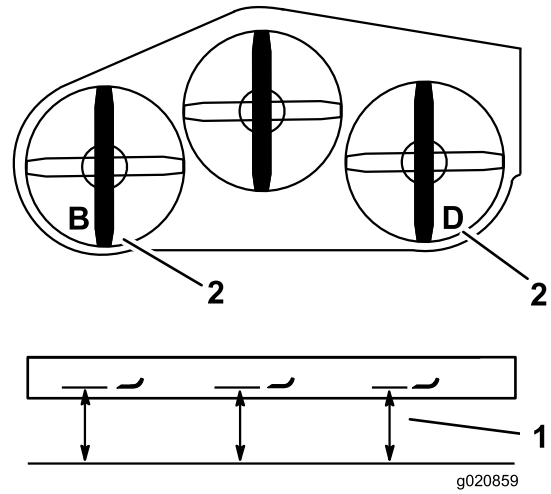

Figura 83
- Mida la cuchilla izquierda en la posición **B** desde una superficie nivelada hasta el filo de corte de la punta de la cuchilla, y anote esta medida (Figura 83).
- Mida la cuchilla derecha en la posición **D** desde una superficie nivelada hasta el filo de corte de la punta de la cuchilla, y anote esta medida (Figura 83).
Nota: La medida de la posición **B** no debe variar en más de 3 mm ($\frac{1}{8}$ ") de la medida de la posición **D** (Figura 83). Si la distancia no es correcta, continúe con los pasos siguientes.